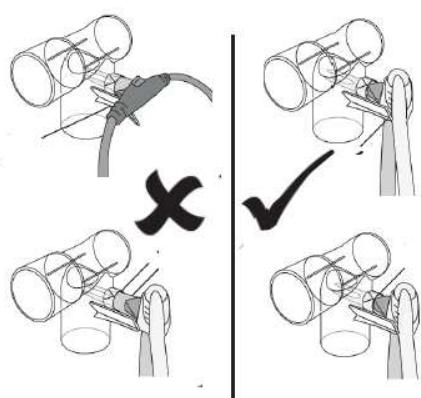

Figure 2. Insertion correcte de l'extrémité distale de la sonde de température.
- Insérez l'extrémité distale de la sonde de température dans le port sur le coude de la chambre. Consultez la Figure 2.